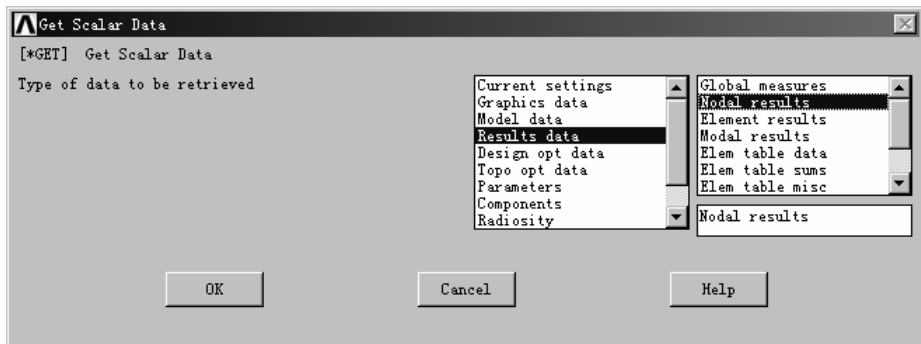

图 1-61 获取标量数据对话框
(1) 查看节点 6 磁场强度。因为磁场强度是矢量，所以 ANSYS 分别用 X,Y,Z 三个方向的值来表达该矢量。选择路径 Utility Menu→Parameters→Get Scalar Data，弹出“Get Scalar Data”获取标量数据对话框（图 1-61），在左边选取栏中选择“Results data”，在右边选择